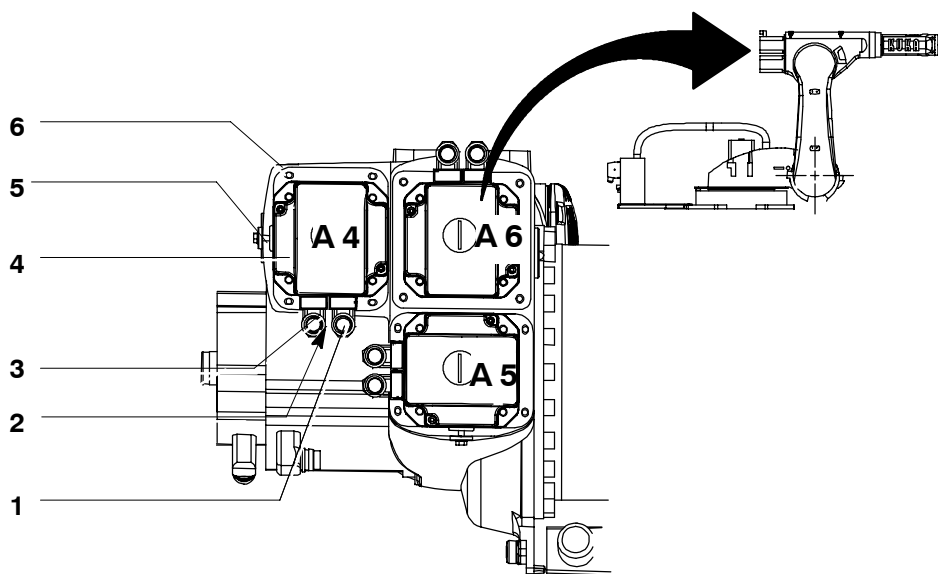
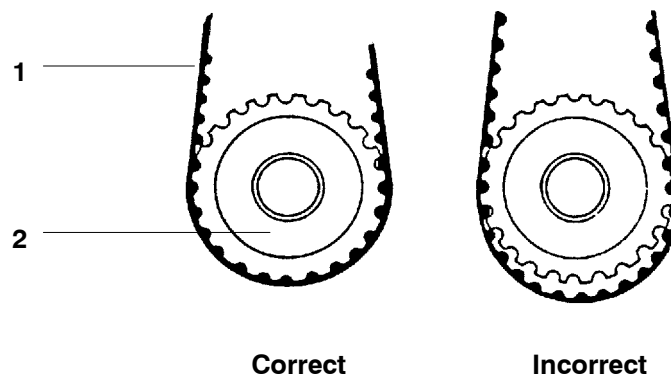

Fig. 113 Démontage et montage de l'entraînement de l'axe du poignet A4
Fig. 114 Courroies dentées et pignons de courroie dentée
- (1) Desserrer et retirer les connecteurs XM4 et XP4 des connecteurs femelles (Fig. 113/1, 3).
- (2) Enlever le couvercle (2).
- (3) Desserrer la vis de réglage (5) de plusieurs tours.
- (1) Le cas échéant procéder à la déconservation de l'entraînement de l'axe du poignet A4 (Fig. 113/4) afin de le monter. Poser la courroie dentée (Fig. 114/1) sur le pignon de courroie dentée (2).
Monter l'entraînement de l'axe de poignet de façon à ce que les connecteurs femelles (Fig. 113/1, 3) destinés aux connecteurs XM4 et XP4 se trouvent en bas.
Lors du montage de l'entraînement de l'axe du poignet, veiller à ce que la courroie dentée et le pignon de la courroie dentée s'engrènent conformément à la Fig. 114.
- (2) Monter quatre vis à six pans creux M6x25 (Fig. 113/6) sans oublier les rondelles-frein et serrer ensuite les vis à tête hexagonale jusqu'à ce que l'unité d'entraînement puisse être poussée sans jeu.
- (3) Régler la tension de la courroie crantée (voir module-doc "Instructions de réglage" du robot).
- (4) Serrer légèrement la vis de réglage (5).
- (5) Connecter les connecteurs XM4 et XP4.
- (6) Le cas échéant, monter le couvercle (2).
- (7) Procéder au réglage du point zéro (voir manuel logiciel KR C4, chapitre "Mise en service", paragraphe "Calibration/Décalibration du robot").
- (8) Vérifier la tension d'une courroie dentée neuve après env. 100 heures de service (voir le chapitre 11, "Instructions de réglage").